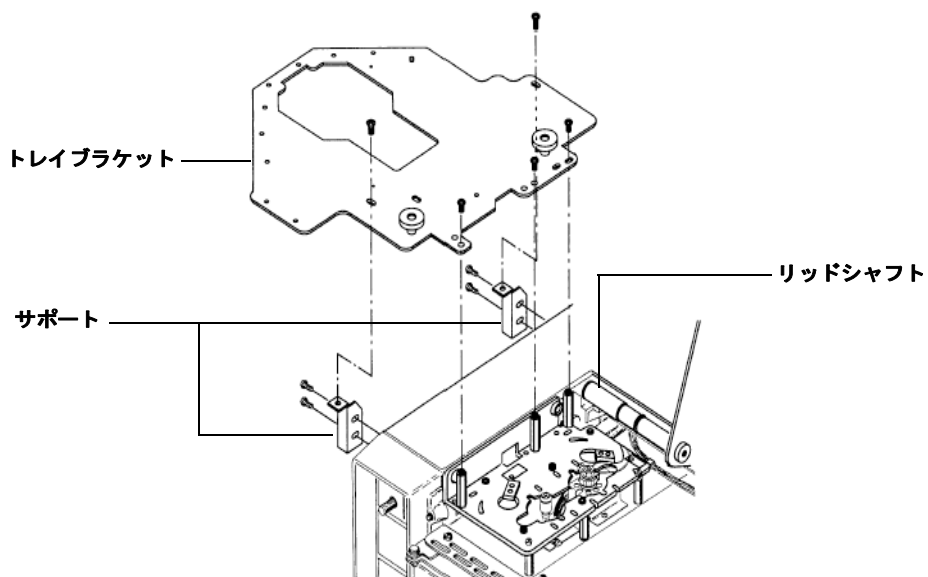

図3 トレイブラケットを取り外す
- 2 存在するトレイブラケットとサポートを取り外します(図3)。